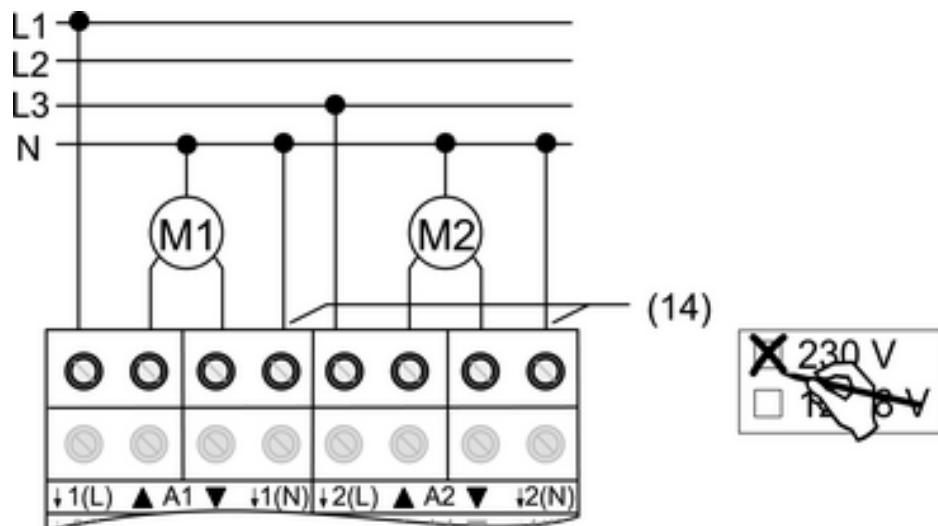

Bild 5
- Motor anschließen (Bild 5).
- An die N-Leiter-Klemmen (14) den N-Leiter des jeweiligen Motors anschließen (Bild 5). Auf Fl-Verdrahtung achten.
- Verwendung **230 V** auf Etikett kennzeichnen (Bild 5).
Für die betreffenden Ausgänge sind die zugehörigen N-Leiter angeschlossen (Bild 5).